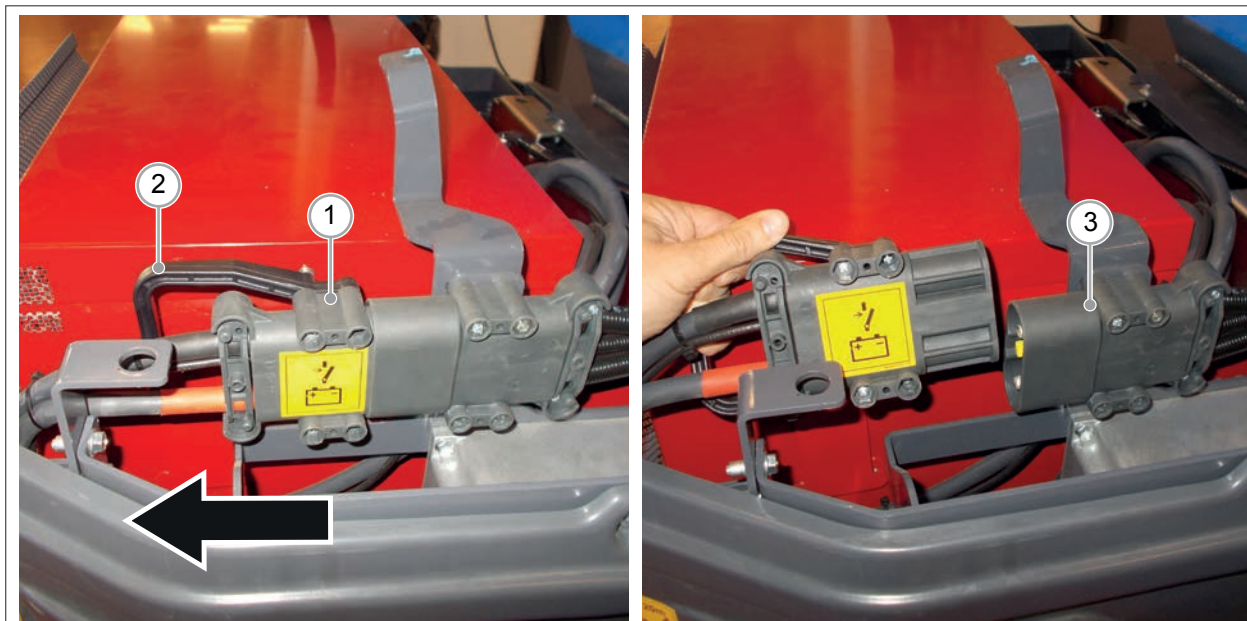
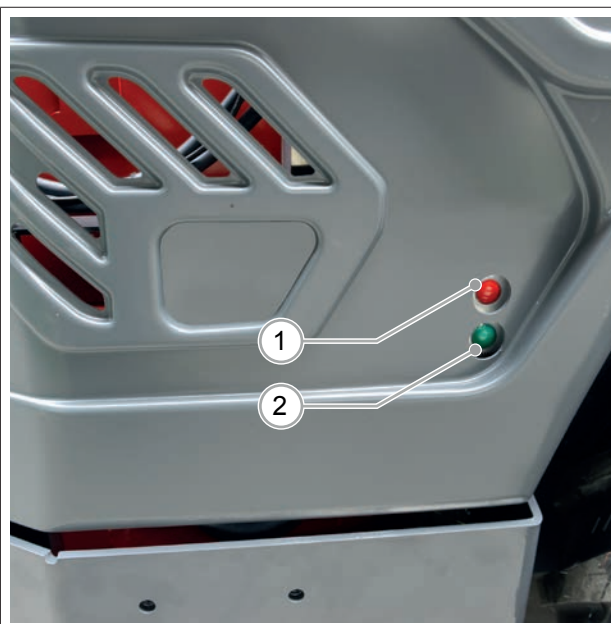

РИС. 20
РИС. 22
2) Отсоедините разъем (РИС. 20 - Сс. 1), потянув за ручку (РИС. 20 - Сс. 2).
Для подключения батареи, вставьте разъем батареи (РИС. 20 - Сс. 1) в гнездо (РИС. 20 - Сс. 3).
Машина оснащена встроенным зарядным устройством. Процесс зарядки управляется автоматически зарядным устройством. Зарядное устройство снабжено силовым кабелем, с вилкой Schuko, CEE 7/7 (РИС. 20 - сс. 1), которая должна подключаться к розетке 110 - 230 ± 10% переменного тока - 16 А. Зарядное устройство имеет два светодиода, один красный (РИС. 22 - Сс. 1) и один зеленый (РИС. 22 - Сс. 2).